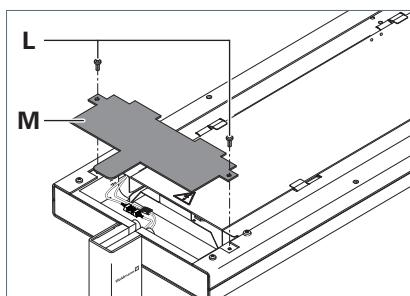

Fig. 7: Montaggio della copertura.
- Collegare la copertura **M** sulla testa dell'apparecchio, vedi Fig. 7.